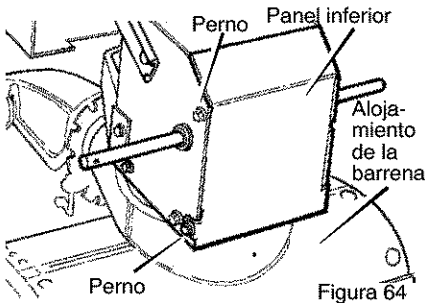

Figura 64
2. Ponga el quitanieves en posición vertical sobre la parte delantera del **alojamiento de la barrena** (Figura 64).
4. Afloje los **pernos** a cada lado del **panel inferior** (Figura 64).
5. Instale el **panel inferior** (Figura 64).
2. Ponga el quitanieves en posición vertical sobre la parte delantera del **alojamiento de la barrena (4)**. (Figura 64).